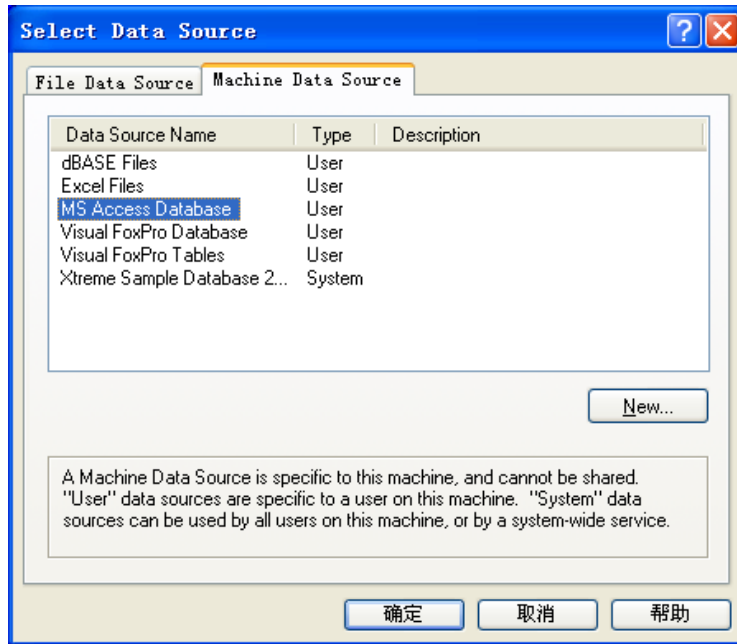

图 64
(1) 在图 63 所示的操作界面中, 单击 **定义参数(高级)...**, 弹出选择数据源对话框。选择机器数据源。根据成图数据库的格式选择相应的数据源名称。(如图 64)